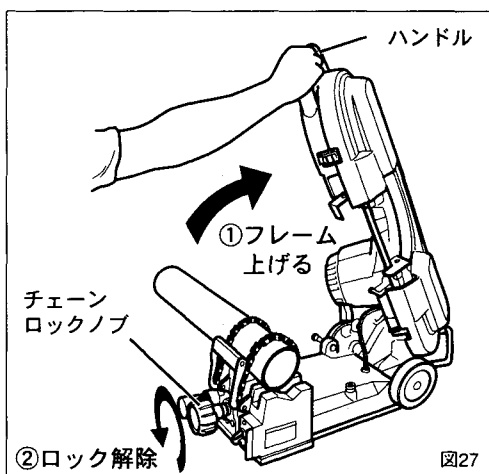
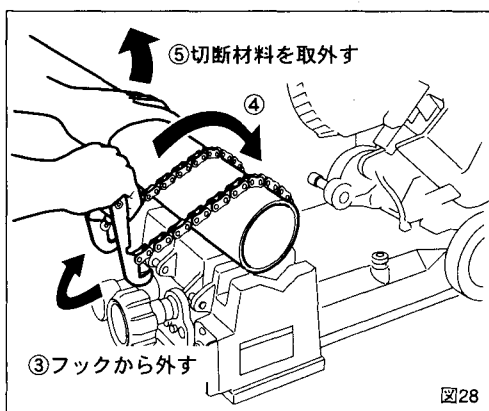
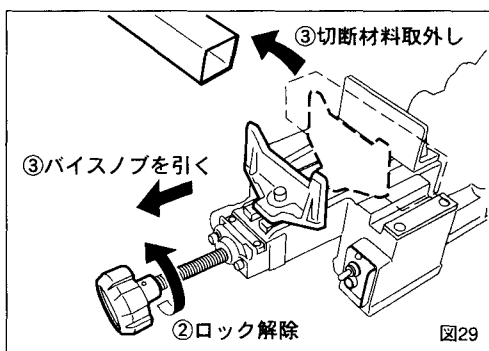

図27
図28
図29
4. 切断材料取外し (図27～図29)
(図27、図28)
- ①ハンドルを持ち、フレームを最上部まで上げてストッパーでフレームが止まるのを確認します。(図27)
- ②チェーンロックノブを反時計方向に回して、チェーンのロックを解除します。(図27)
- ③チェーンハンドルのフックをベースから外します。チェーンは自動的に巻取られます。(図28)
- ④切断材料を取外します。(図28)
(図27、図29)
- ②バイスノブを反時計方向に回してロックを解除します。(図29)
- ③バイスノブを引き、切断材料を取り外します。(図29)